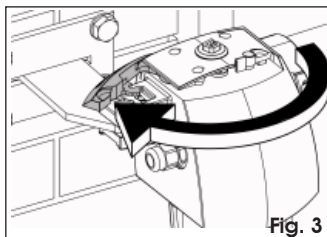

Fig. 3
4. Tourner le levier de déverrouillage jusqu'à son arrêt (Fig. 3).